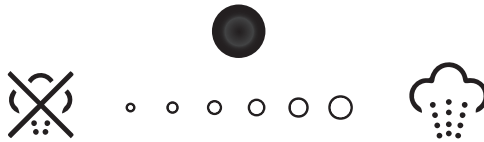

Bild 10. Die Steuerung der Ableitung aus der Kammer.
- Die Backofen-Kammer ist mit einem Dampfableiter ausgestattet, der der Ableitung des Dampfes aus der Backofen-Kammer dient. Die Steuerung des Durchflusses durch den Dampfableiter findet mit Hilfe des auf dem Steuerpanel angebrachten Hebels (Bild 10) statt. Der eingedrückte Hebel bedeutet, dass der Dampfableiter gänzlich geschlossen ist. Indem man den Hebel aus dem Panel herauszieht,